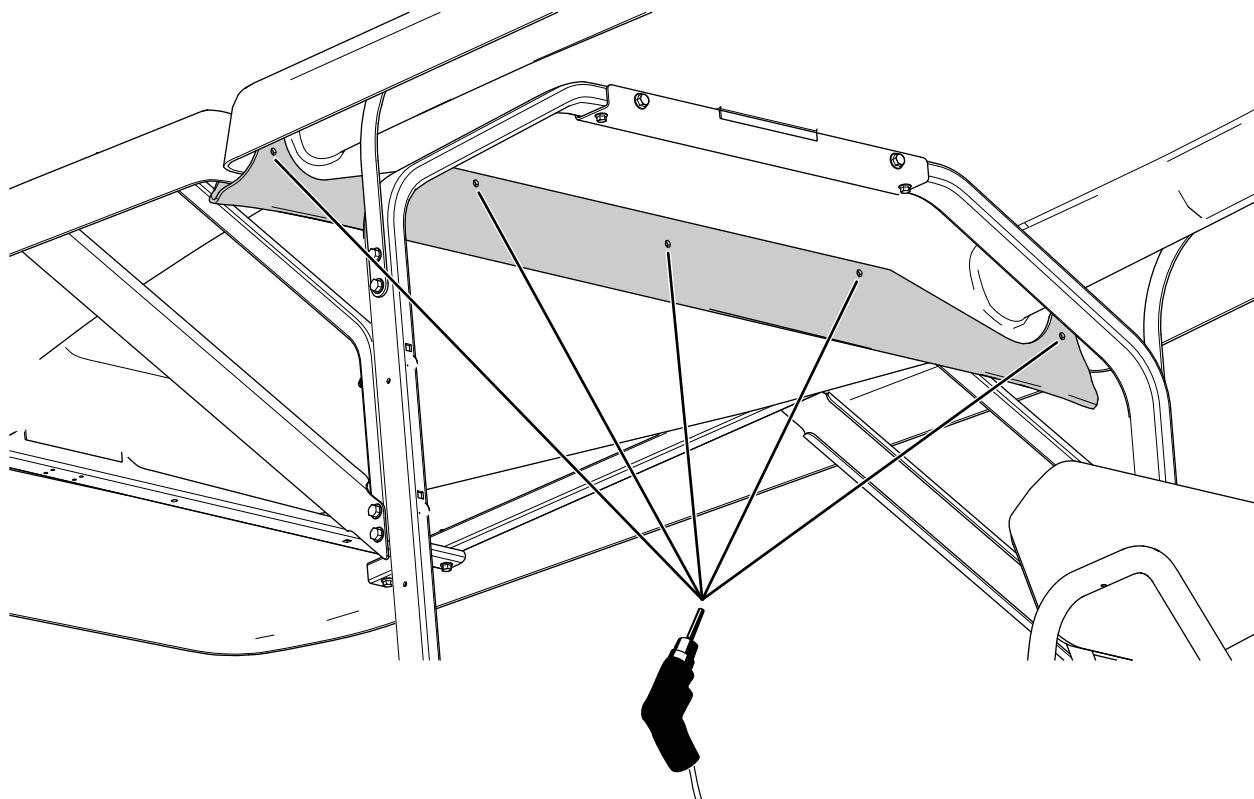

Figura 9
2. Usando el canalón como plantilla, perfore 5 taladros de 6,4 mm en la capota delantera (Figura 9).